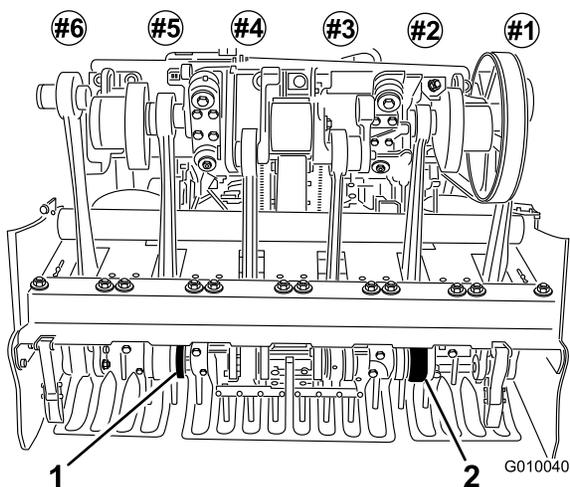

Рисунок 25
6. Установите зубья в держатели зубьев № 2 и № 5 (Рисунок 25). Затяните болты.